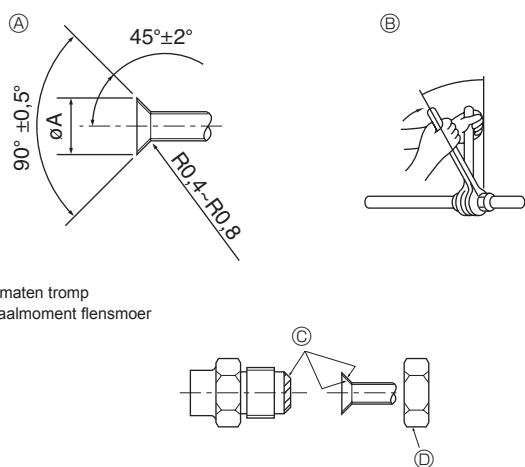

Fig. 4-1
Ⓐ (Fig. 4-1)
Ⓑ (Fig. 4-1)
- Doe een dun laagje koelmachineolie op de leiding en het aansluitingsoppervlak voordat u de "flare"-moer vastdraait. Ⓛ (Fig. 4-1)
- Draai met gebruik van twee pijptangen de aansluitende leidingen vast. Ⓜ (Fig. 4-1)
- Breng koelolie aan op de aansluitingsoppervlakken. Ⓝ (Fig. 4-1)
- Gebruik de flensmoeren voor de volgende pijpafmetingen. Ⓞ (Fig. 4-1)